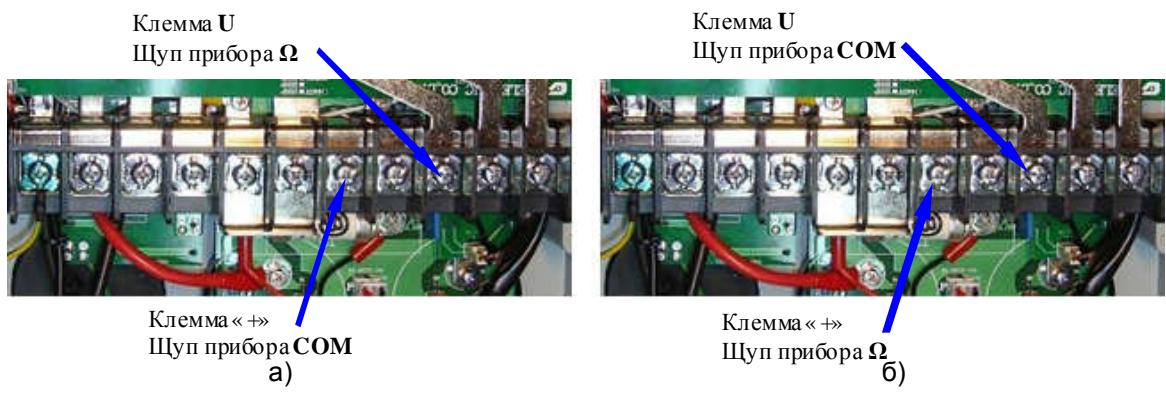

Рис.4.11. Диагностика модуля IGBT относительно клеммы «+».
4.8.2. Выполнить диагностику модуля IGBT, фазы U (исправность защитного диода) для цепи «+» - «U», как показано на рис. 4.11. При прямой проводимости показания прибора должны быть 200....1000 (рис. 4.11.а), при обратной проводимости – «Обрыв цепи» (рис. 4.11б).